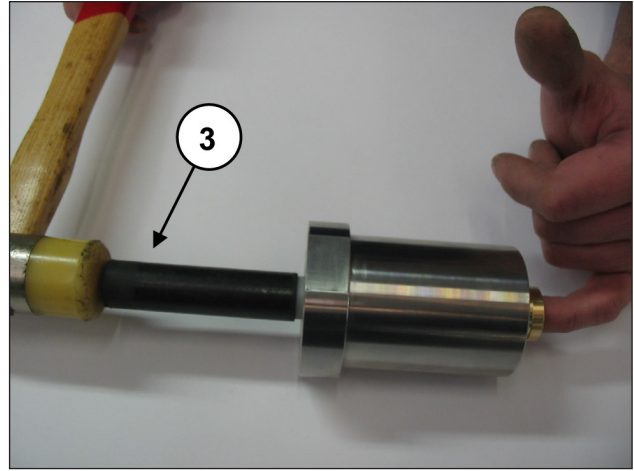
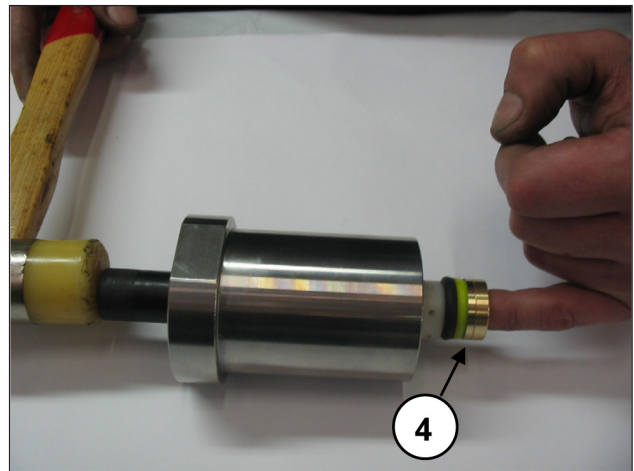

Abb. 52
Abb. 53
- Ziehen Sie nach Trennung der Buchse vom Dichtungshalter mit einem speziellen Kunststoffdorn ③ gemäß Abb. 52 den HD (Hochdruck) Dichtungssatz ④ wie in Abb. 53 heraus.
**Bei jedem Ausbau muss der HD-Dichtungssatz ④ Abb. 53 ersetzt werden.**